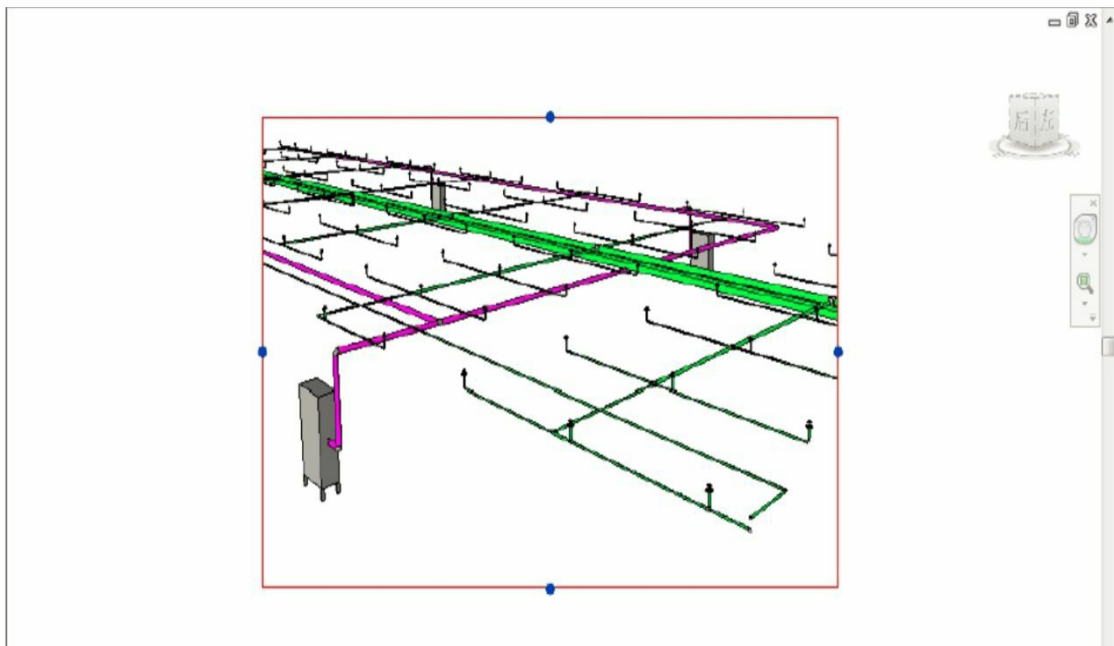

图1-38
(1) 打开一层平面视图，单击“视图”选项卡>“创建”面板>“三维视图”下拉列表>“相机”工具。
(2) 在选项栏中设置相机“偏移量”，单击拾取相机位置点，拖曳鼠标再次单击拾取相机目标点，自动生成并打开透视图。
(3) 选择视图裁剪区域方框，移动蓝色夹点将视图大小调整到合适的范围，如图 1-38所示。